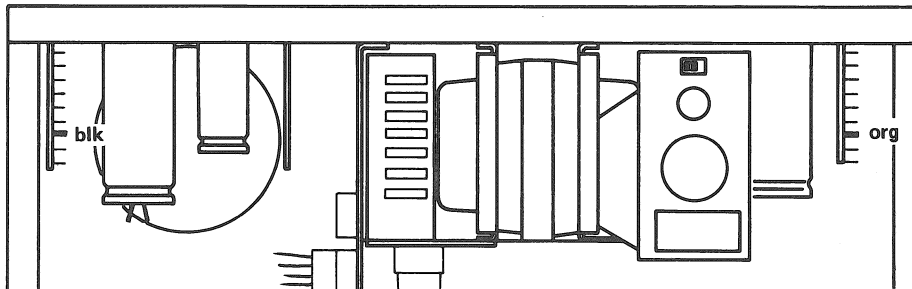

Fig. 5.2.- 4
- Ein Universalinstrument (mindestens 20'000 Ohm/VDC an Testpunkt TP 1 auf der Capstansteuerung 1.067.234/235 anschliessen (siehe Fig. 5.2. - 1).
- Connect multimeter (at least 20'000 Ohm / VDC to TP 1 on the capstan speed control board (see figure 5.2. - 1).
- Linke Bandzugwaage: Potentiometer R 3 (Fig. 5.2. - 2) so verstellen bis der Abstand a_1 von Oberkante der Tastenschiene bis zum Fühlerarm 46 mm beträgt.
- Rechte Bandzugwaage: Potentiometer R 3 (Fig. 5.2. - 3) so verstellen bis der Abstand a_2 von Oberkante der Tastenschiene bis zum Fühlerarm 50 mm beträgt.
- Left-hand tape tension sensor: Adjust potentiometer R 3 (fig. 5.2. - 2) to obtain a position of the guide roller so that distance " a_1 " equals 46 mm.
- Right-hand tape tension sensor: Adjust potentiometer R 3 (fig. 5.2. - 3) to obtain a position of the guide roller so that distance " a_2 " equals 50 mm.
- Palpeur gauche: régler le potentiomètre R 3 (Fig. 5.2. - 2) jusqu'à l'obtention d'un écart de 46 mm. Entre la partie supérieure du rail de guidage des touches et le palpeur.
- Palpeur droit: régler le potentiomètre R 3 (Fig. 5.2. - 3) jusqu'à l'obtention d'un écart de 50 mm. Entre la partie supérieure du rail de guidage des touches et le palpeur.
- Zwei-Kanal Oszilloskop anschliessen (Fig. 5.2. - 4):
- Connect double beam oscilloscope with channel 1 to pin 8 (orange wire, fig. 5.2. - 4) on the spooling motor control A 8 (supply side).
- Brancher un oscilloscope double trace (Fig. 5.2. - 4): 1er canal, sur le point 8 (fil orange) du print de régulation A 8 (débiteur), 2ème canal, sur le point 8 (fil noir) du print de régulation A 10 (récepteur).
— Im beleuchtetem Zustand muss am Punkt (A) (QP-END) eine Gleichspannung von 4,5 V sein (Fig. 5.2. - 5). Messung mit einem Universal-Instrument mit mind. 20.000 Ohm/VDC.
— Auf Laufwerk-Steuerung 1.067.230 (1): Widerstand R 9 von 33 k verkleinern bis die Spannung am Punkt (B) unter 300 mV sinkt (Fig. 5.2. - 5).
— Auf Laufwerk-Steuerung 1.067.230 (1), (2): Am Potentiometer R 69 die Spannung am Punkt (B) unter 300 mV einstellen (Fig. 5.2. - 5).
— Under illumination, point (A) (QP-END) must carry a DC potential of 4,5 V (fig. 5.2. - 5). Voltage readings are to be taken with a multimeter of at least 20'000 Ohm/VDC.
— On tape transport control circuit 1.067.230 (1): reduce R9 from 33 kOhm until the voltage at point (B) drops to below 300 mV (fig. 5.2. - 5).
— On tape transport control circuits 1.067.230 (1) / (2): adjust potentiometer R69 until reaching a voltage of less than 300 mV at (B) (fig. 5.2. - 5).
— Lorsque la cellule est éclairée, vous mesurez au point (A) (QP-END) une tension continue de 4,5 V (Fig. 5.2. - 5). La mesure est effectuée avec un voltmètre universel de 20000 Ω /VDC.
— Sur le circuit de commande 1.067.230 (1): réduire la valeur de la résistance R 9 de 33 k jusqu'à ce que la valeur mesurée au point (B) atteigne 300 mV (Fig. 5.2. - 5).
— sur le circuit de commande 1.067.230 (1) / (2): régler la tension en dessous de 300 mV à l'aide du potentiomètre R 69 (point (B) Fig. 5.2. - 5).